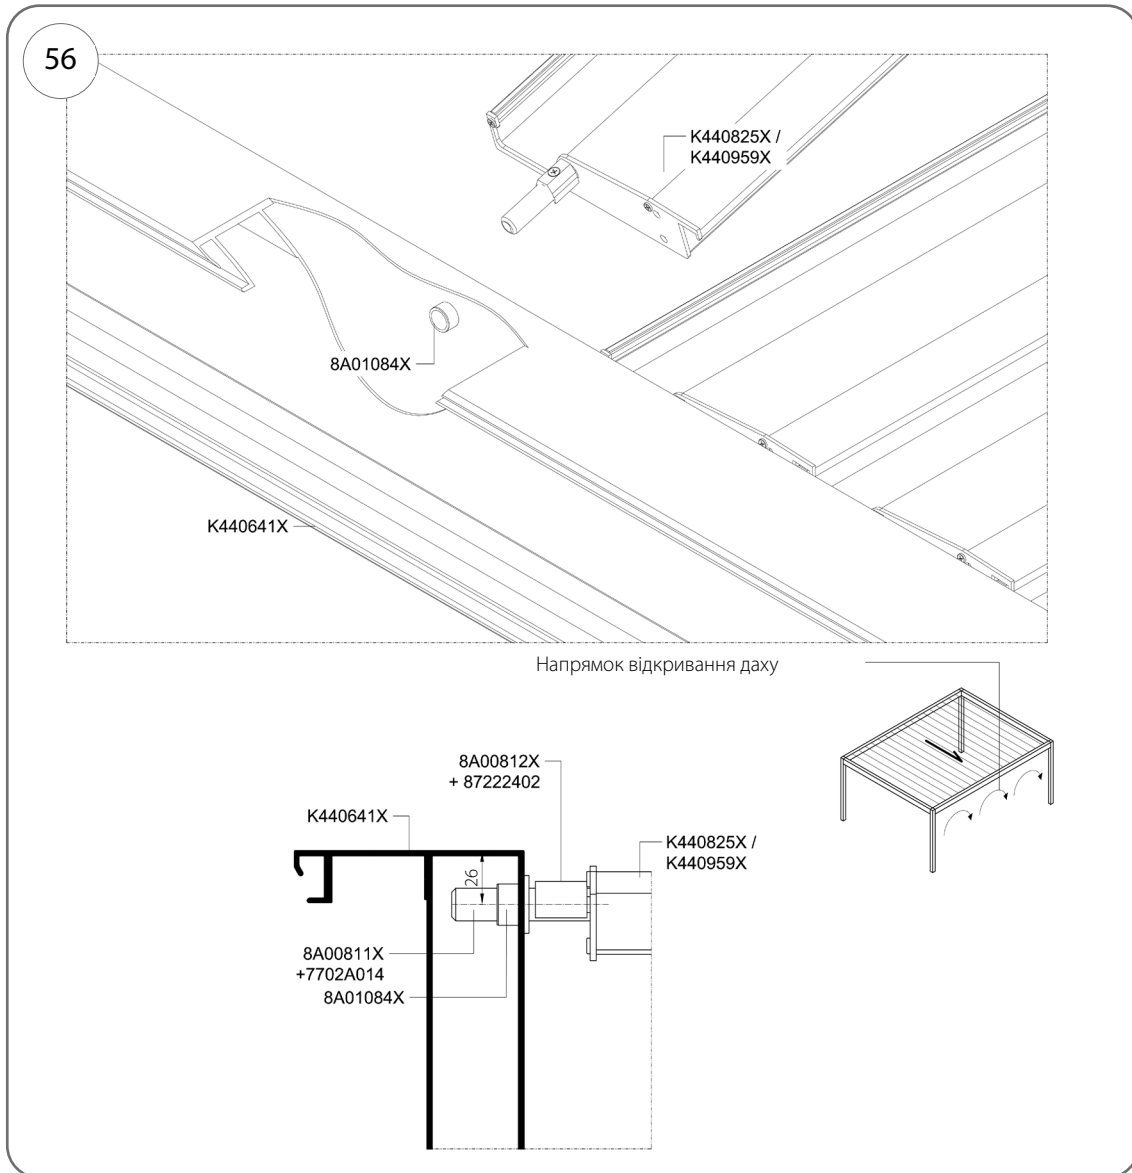

Рис. 56
1. Вставити вісь ламелі під кутом у втулку 8A01084X (Рис. 56).